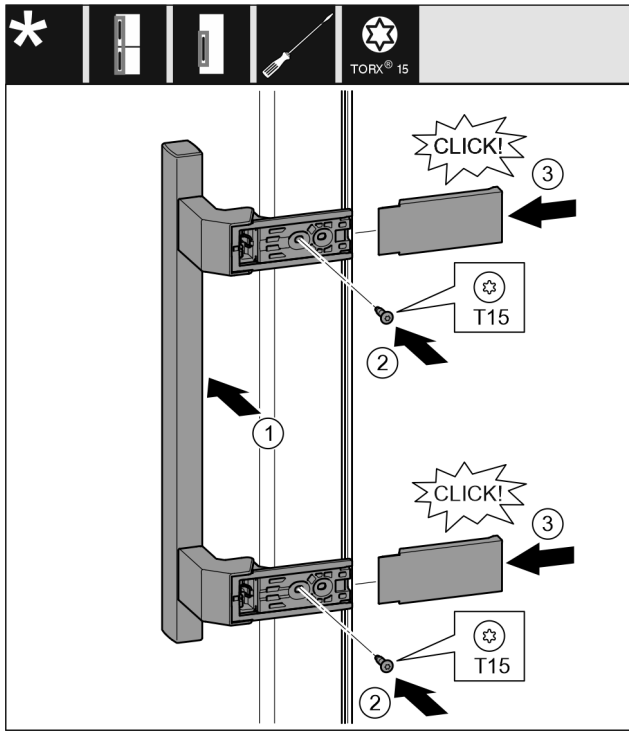

Fig. 11
- ▶ Vendosni dorezën në anën e kundërt. Fig. 11 (1)
- ▶ Mbërtheni fort vidat me një kaçavidë T15. Fig. 11 (2)
- ▶ Vendosni kapakët mbulues anash dhe shtyjini. Fig. 11 (3)